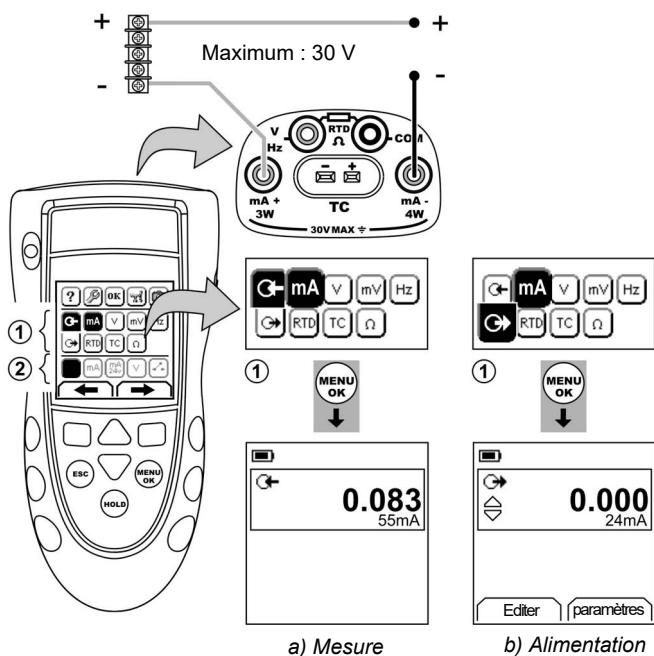

Figure 1 : Exemple de configuration - mesure/alimentation en mA avec boucle d'alimentation extérieure (zone ①)
- Raccordez l'instrument (Figure 1, 2 ou 3) et, si nécessaire, réglez le menu **Config.** (Tableau 1).